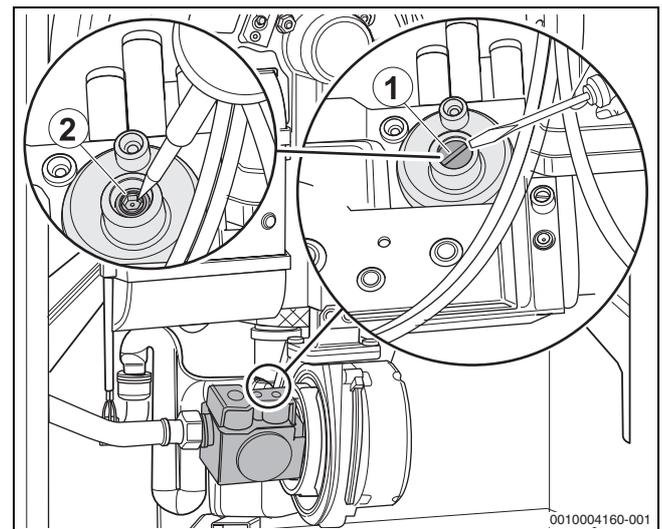

Bild 56 CO₂-Einstellung bei Teillast vornehmen
- ▶ Abdeckschraube der Teillast-Einstellschraube entfernen (→Bild 56, [1], Seite 31).
- ▶ Bei CO₂-Werten < 9,0 % oder > 9,6 % die Einstellung an der Teillast-Einstellschraube korrigieren (→Bild 56, [2], Seite 31 und Tabelle 13).